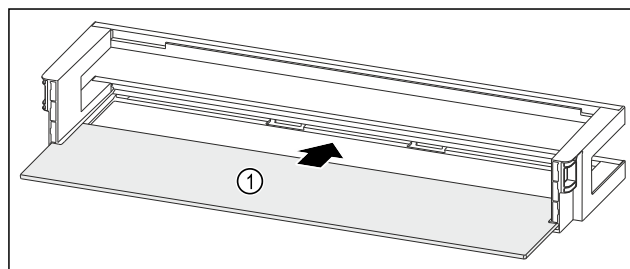

Fig. 204 Balconcino controporta con ripiano
- Inserire il ripiano Fig. 204 (1) negli incavi laterali.